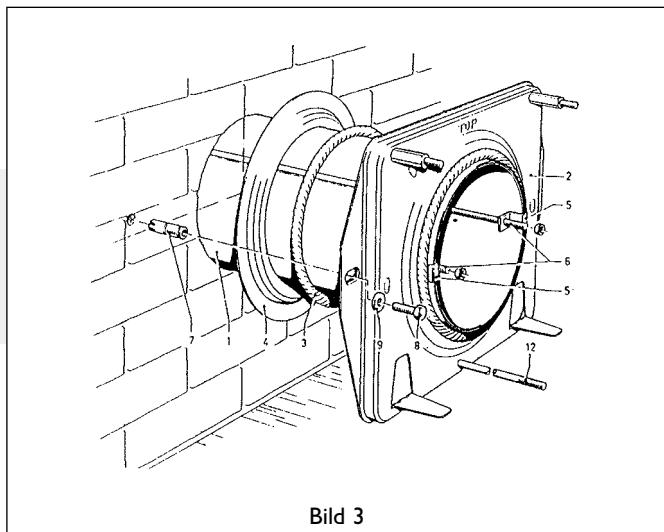

Bild 3
Installation der Standard Giebeldurchführung (Bild 3)
Installation der Giebeldurchführung mit Teleskopeinlassrohr (Bild 3)
Befestigung der Montageplatte (Bild 3)
- Die Keilmutter (8) (fig 3) durch z. B. Einen Gewindebolzen für Holz ersetzen.
- Bringen Sie an der Zimmerseite zwischen der Montageplatte (2) und der Wand die Strahlen-Schutzplatte (14) an.
- Befestigen Sie an der Aussenseite der Wand mit z. B. 4 Schrauben (16) die Siluminplatte (15).